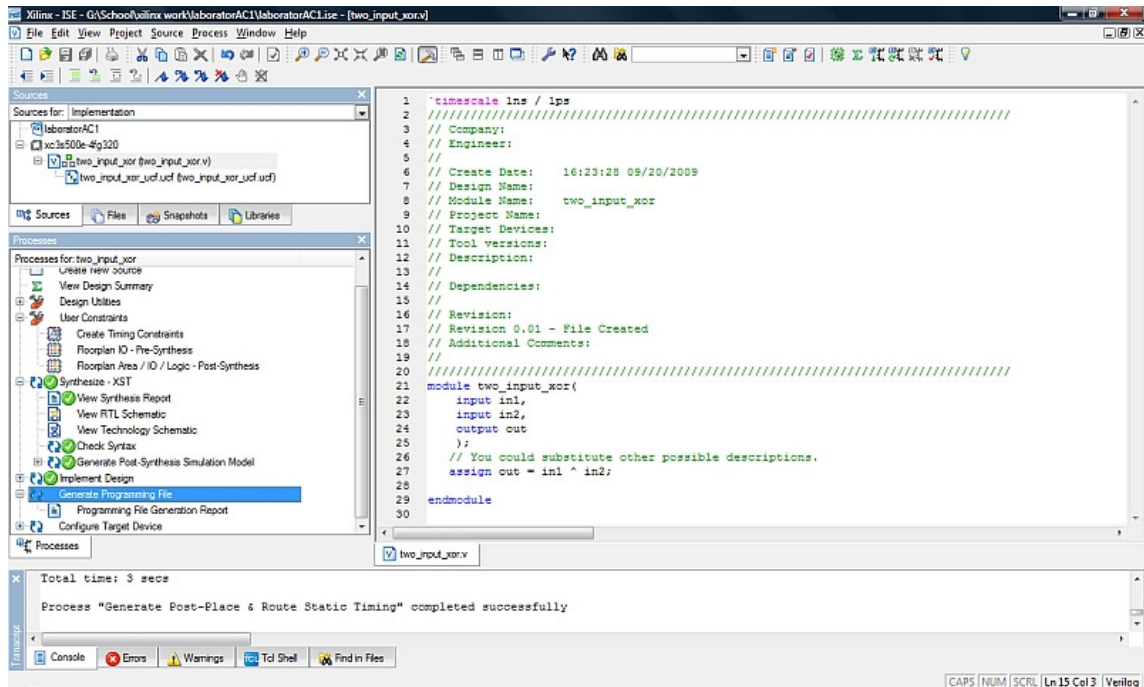

Figura 6.7
- Ulterior se face dublu-click pe „Generate Programming File” din fereastra „Processes” (Figura 6.7).